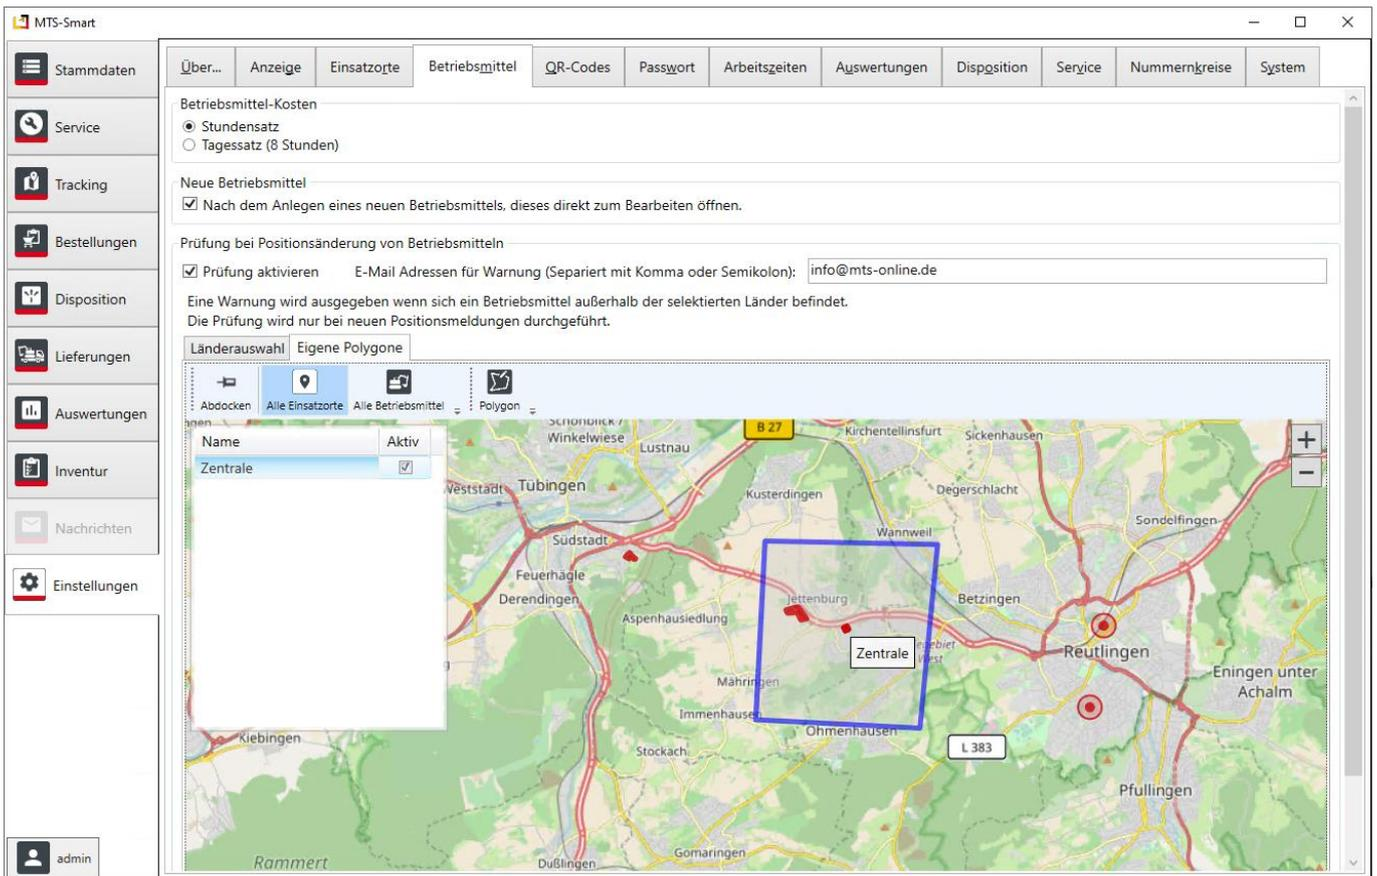

Abbildung 87: Das Untermenü Einstellungen Betriebsmittel – Eigene Polygone definieren
2. Im Reiter **Eigene Polygone** können Sie Geofences selbst definieren, s. Abbildung 87.